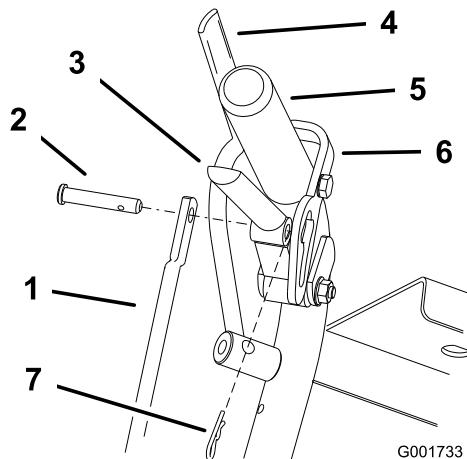

Figura 42
1. Ajuste la longitud de la varilla de control soltando la palanca de avance y retire el pasador de horquilla y el pasador. Gire la varilla en el acoplamiento (Figura 42).
4. Coloque el pasador en la palanca de avance (Figura 42).
- Instale el pasador de horquilla entre las palancas de avance y los cierres de bloqueo de punto muerto e intodúzcalo en el pasador (Figura 42).